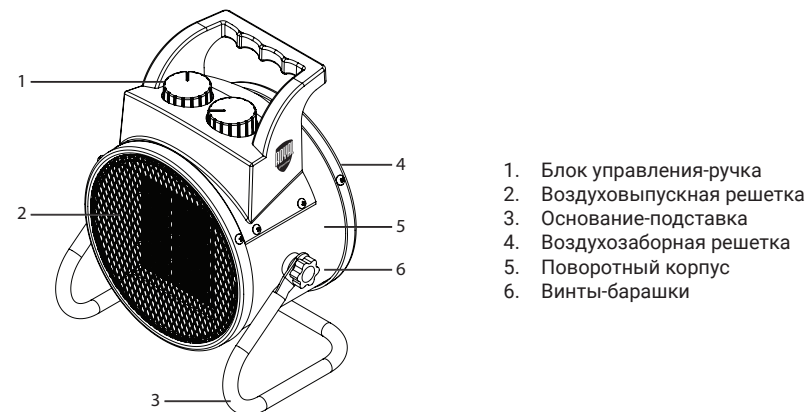

Рис. 1
Несущая конструкция тепловентилятора (см. рис. 1) состоит из корпуса (5), изготовленного из листовой стали и имеющего цилиндрическую форму. В корпусе размещены вентилятор и металлокерамический нагревательный элемент. Снаружи корпуса расположен блок управления (1). Корпус, закрытый воздухозаборной (4) и воздуховыпускной (2) решетками, винтами устанавливается к основанию-подставке (3) и имеет возможность поворота в вертикальной плоскости, угол поворота фиксируется винтами (6). Вентилятор затягивает воздух через отверстия воздухозаборной решетки. Воздушный поток, втянутый вентилятором в корпус, проходя через нагревательный элемент, нагревается и подается в помещение через отверстия воздуховыпускной решетки.